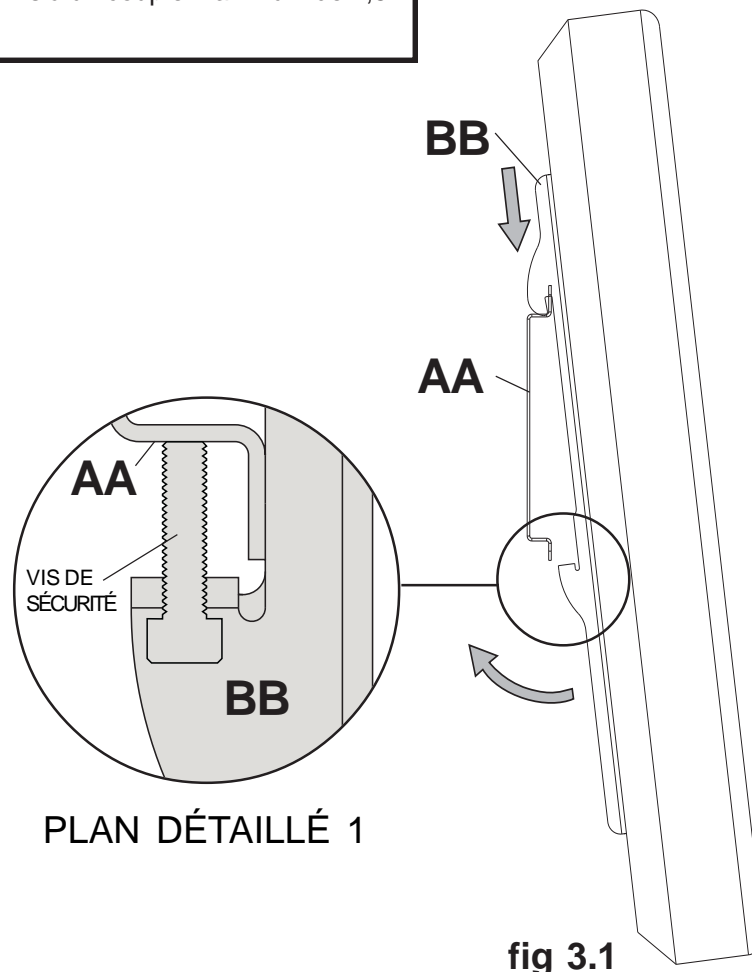

fig 3.1
- 3 Accrochez les supports adaptateurs (BB) à la plaque murale (AA). Puis, faites pivoter lentement l'écran vers l'intérieur, comme illustré. Tournez les vis de sûreté/sécurité à l'aide d'une clé hexagonale (EE) au moins six fois dans le sens horaire pour éviter le retrait de l'écran comme illustré dans le dessin de détail 1 de la fig. 3.1.